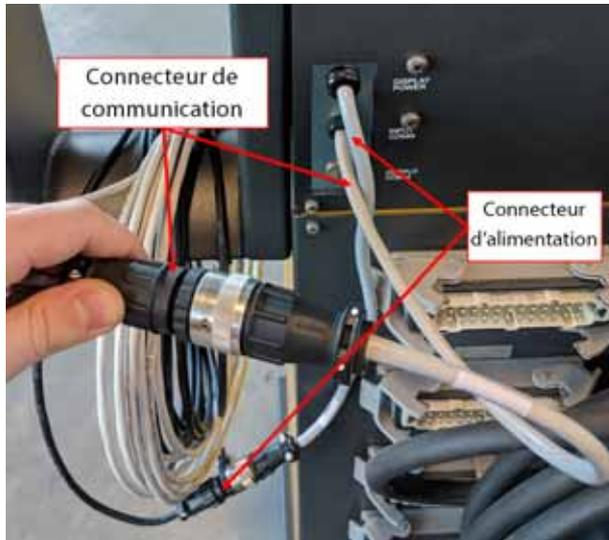

Figure 15-28 Interface opérateur à distance – Branchement du câble de l'unité centrale
5. Branchez l'extrémité femelle du câble de communication de 7,6 m (25 pieds) au connecteur de communication mâle situé au dos de l'unité centrale du contrôleur. Veuillez-vous reporter à Figure 15-28.
6. Branchez l'extrémité mâle du câble d'alimentation de 7,6 m au connecteur d'alimentation femelle situé au dos de l'unité centrale du contrôleur. Veuillez-vous reporter à Figure 15-28.